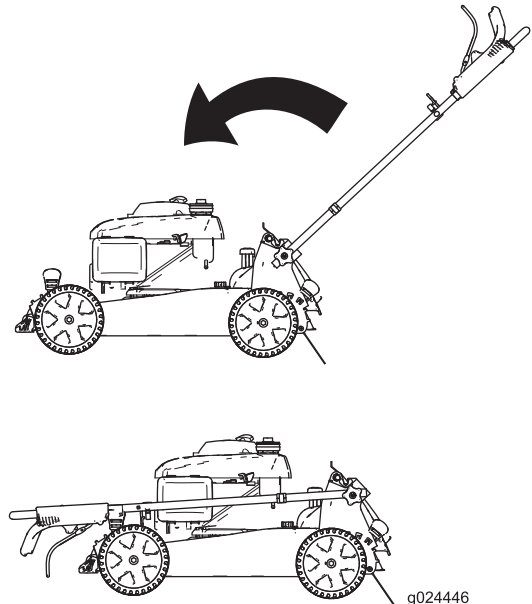

Figura 28
2. Pliegue el manillar hacia adelante del todo, según se indica en Figura 28.